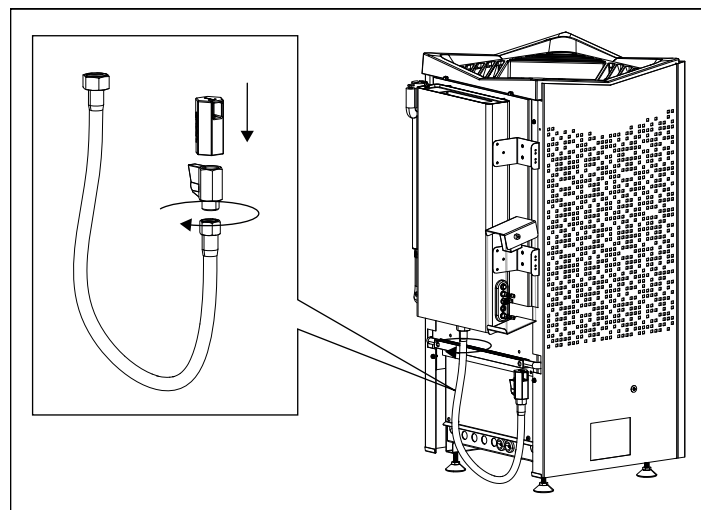

Abb. 14: Montieren des Entleerungsschlauchs
10. Montieren Sie den Entleerungsschlauch, ziehen Sie das Ventil fest, lassen Sie den Auslaufstutzen einrasten und ziehen Sie den Schlauch am Wasserbehälter fest (siehe Abbildung 14).